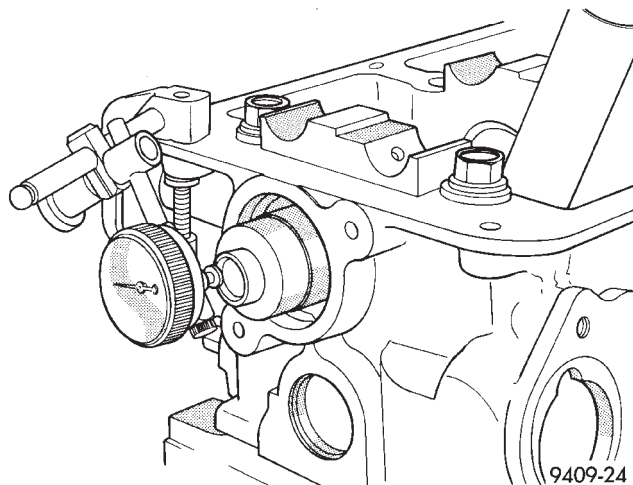

Fig. 20 Juego longitudinal del árbol de levas
(1) Lubrique los gorriones del árbol de levas e instale este último sin los conjuntos de balancín.
(2) Con una herramienta adecuada, desplace hacia atrás el árbol de levas cuanto sea posible.
(3) Coloque el indicador de cuadrante en cero (Fig. 20).
(4) Desplace hacia adelante el árbol de levas cuanto sea posible.
(5) Recorrido del juego longitudinal: 0,1 - 0,2 mm (0,004 - 0,008 pulg.). Recorrido máximo: 0,4 mm (0,016 pulg.)